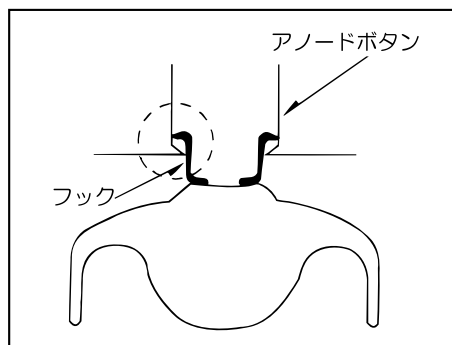

Fig. 3-7
(7) さらにFig. 3-7の様にフックの反対側のフックを、アノードボタンに掛ける。